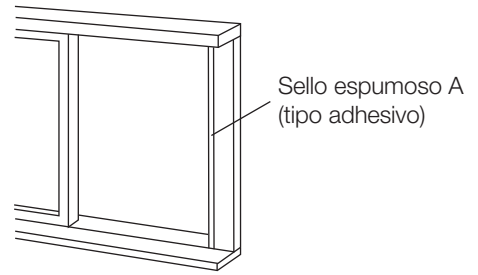

Fig. 12
1. Cortar el sello espumoso (tipo adhesivo) en la longitud correcta y ajustarlo al marco de la ventana. Fig. 12.